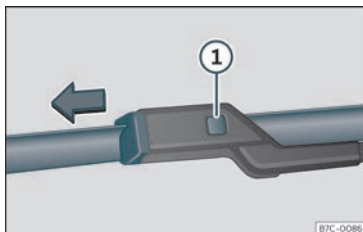

Fig. 38 Substituição das escovas do limpaa para-brisas.
- Mantenha pressionado o botão de desbloqueio >>> **Fig. 38** ❶ puxando ligeiramente pela escova no sentido da seta.